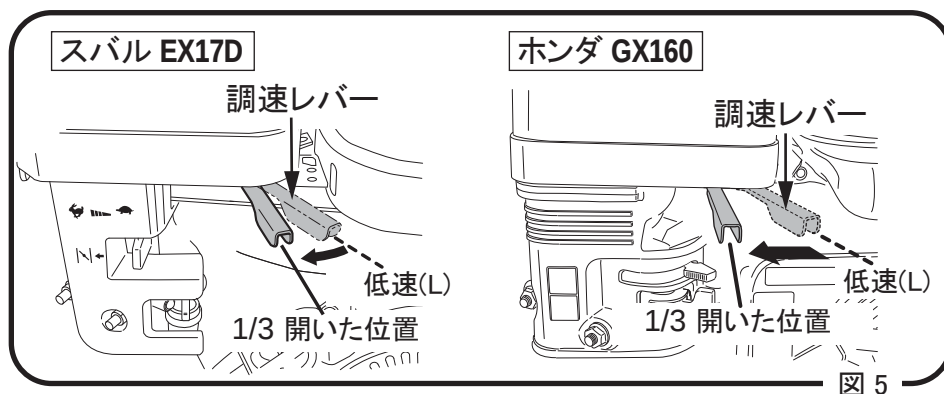

図 5
- 4 调速レバーを低速(L)から高速(H)の方向へ約1/3開いた位置にします。(図5)